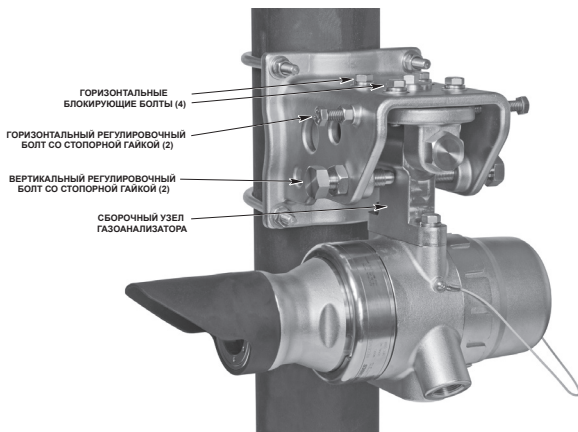

Рис. 25 — Монтажный/юстировочный кронштейн LS2000 (на рисунке указан модуль приемника)
3. Ослабьте горизонтальные и вертикальные регулировочные болты на монтажно-юстировочном кронштейне с помощью гаечного ключа на 9/16 дюйма для горизонтальных регулировочных болтов и на 15/16 дюйма для вертикальных регулировочных болтов, см. рис. 25.